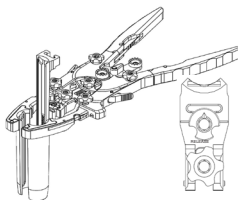

Figura 6
- A lâmina posterior também é carregada pela parte superior (Figura 6). Utilize a **Ferramenta Hexagonal** (ML-0505), para rodar o bloqueio até que fique na posição aberta, com a seta a apontar
Deslize a lâmina do retrator para a respectiva ranhura e, em seguida, bloqueie a lâmina no lugar rodando a seta de bloqueio na direção da incisão (ou afastando-a de "Release"), utilizando a **Ferramenta Hexagonal** (Figura 6).